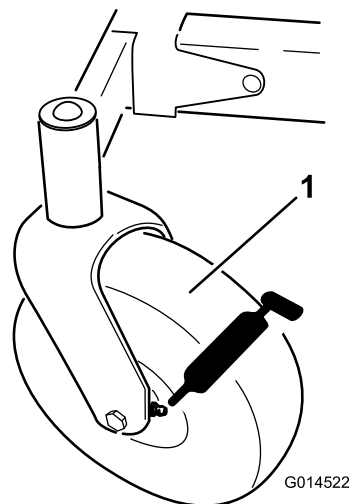
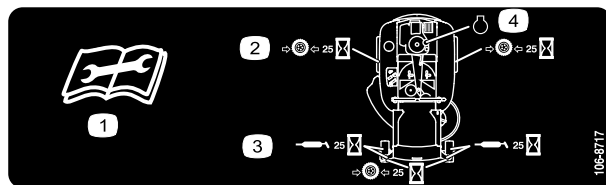

Bild 34
Bild 35
3. Reinigen Sie die Schmiernippel (Bild 34 und Bild 35) mit einem Lappen. Kratzen Sie bei Bedarf Farbe vorne von den Nippeln ab.
4. Setzen Sie die Fettpresse nacheinander an allen Nippeln an (Bild 34 und Bild 35). Fetten Sie die Nippel, bis das Fett beginnt, aus den Lagern auszutreten.